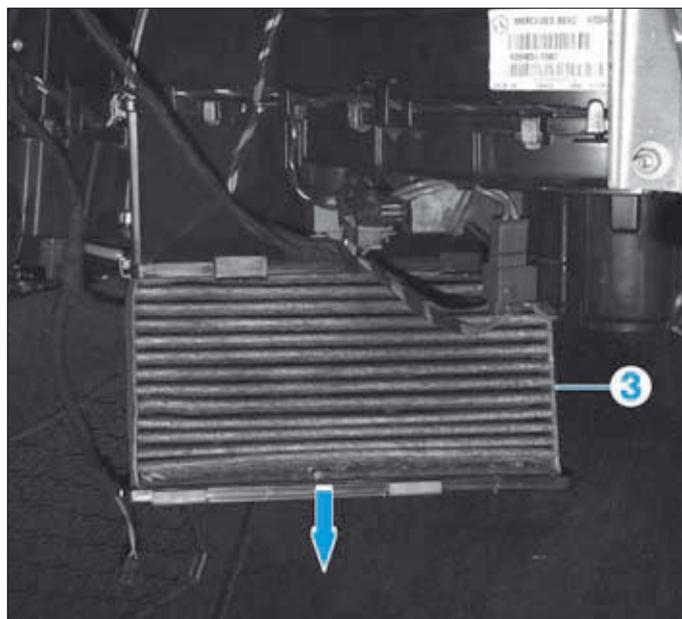

FIG. 2
- Extraire le filtre d'habitacle en le sortant par le bas (Fig.2).